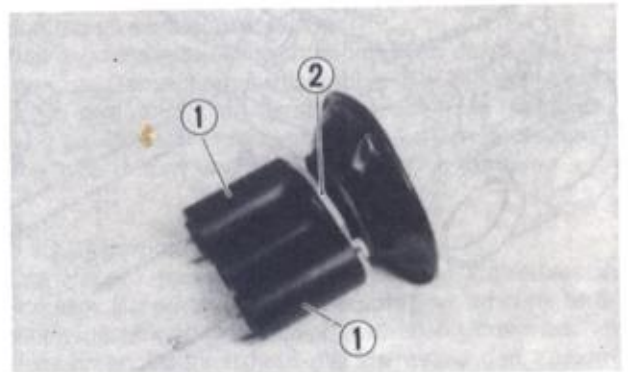

Bild 72
- Die Membraneinheit herausziehen und die beiden Kolben (1) vom Kolbenhalter (2) trennen (Bild 72).